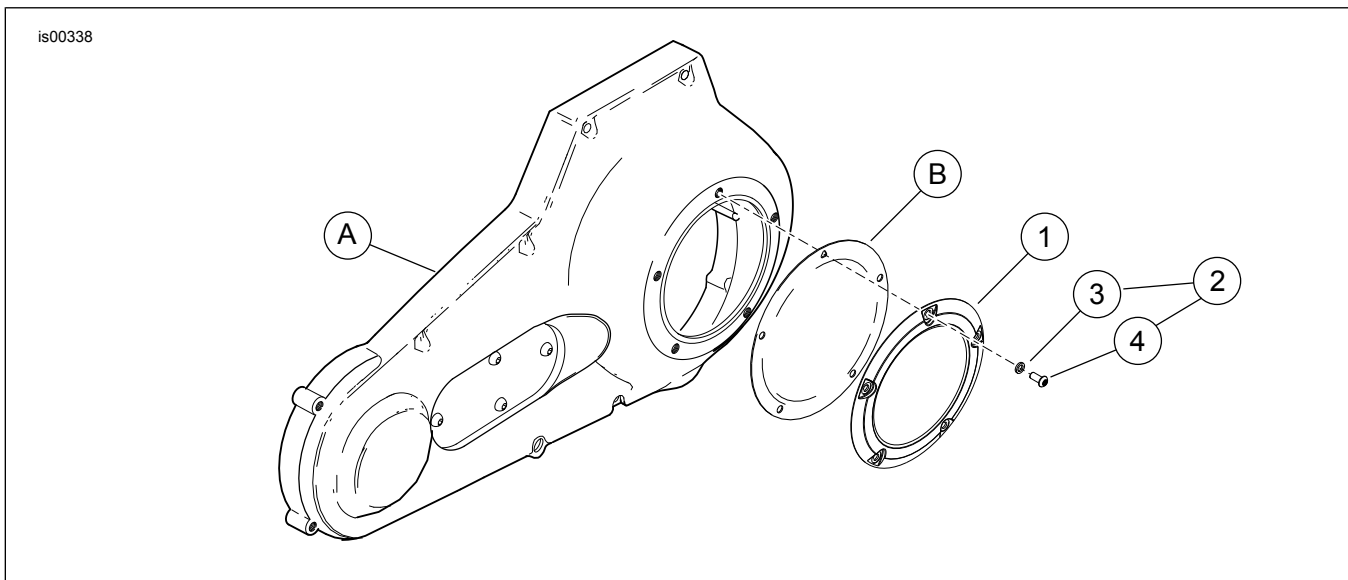

Figura 2. Peças de reposição: tampa de inspeção da embreagem cromada estilo Billet
Veja a Figura 2 e a Tabela 1.
- b. Veja a Figura 2. Coloque uma arruela (3) em um dos **novos** parafusos (4). Insira o parafuso através do furo superior na tampa de inspeção da embreagem e enrosque-o com cuidado até o fim através do furo triangular na gaxeta. Não empurre o parafuso através do furo.